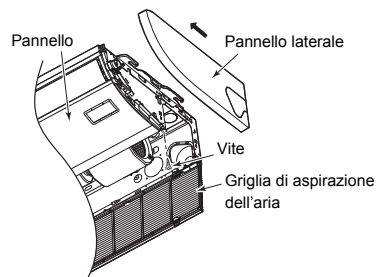

Figura 1
1. Rimuovere la vite ed asportare il pannello laterale tirandolo verso se stessi in direzione della freccia. (Figura 1)